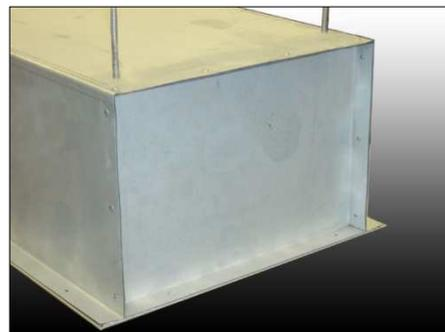
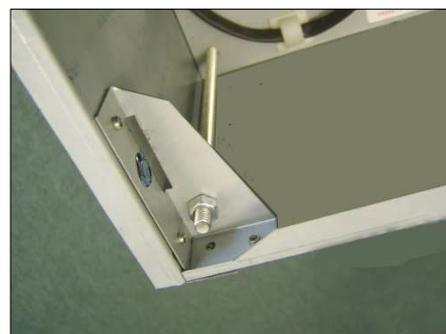

Fig. 2
Fig. 3
Étape2 Installer les tiges filetées M8 (non fournies) dans les 2 trous à chaque extrémité du boîtier supérieur (voir Fig. 2). Faire passer les tiges dans le boîtier et les attacher aux supports de fixation situés près du bas de l'unité (voir la Fig. 3 qui présente le Rideau d'air vu du dessous). Utiliser des contre-écrous M8 de chaque côté des supports de fixation pour arrimer les tiges suspendues.